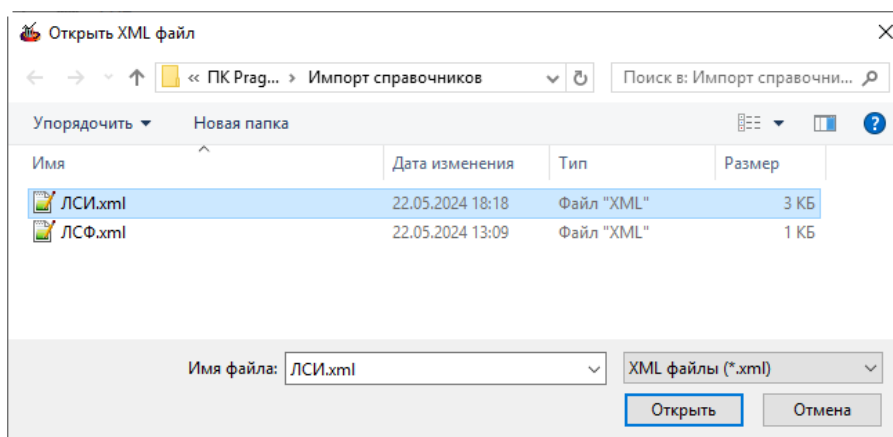

Рисунок 168 – Выбрать файл XML
3) В стандартном окне «Открыть XML файл» выбрать файл формата XML и нажать кнопку «Открыть» (рисунок 168).